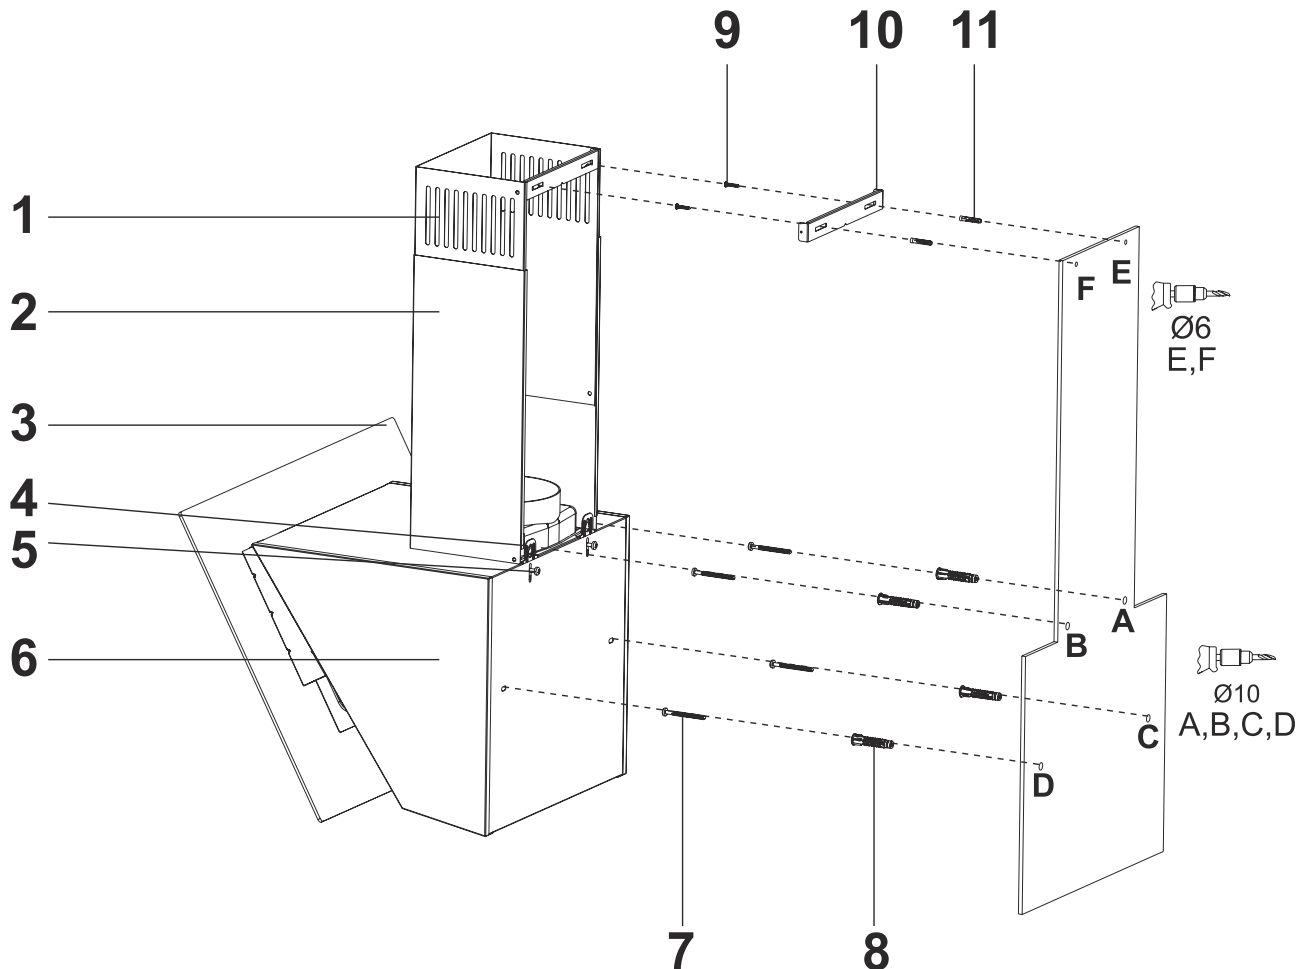

Fig. 12
- Allentare la vite di fissaggio della piastra di sospensione del prodotto, tirare la piastra di sospensione verso l'alto e fissarla riavvitando la vite di fissaggio (Fig. 12).
- Montare la cappa con l'aiuto del schema di assemblaggio (Fig. 12).
- Fissare la dima di montaggio sulla parete all'altezza specificata (Vedere le distanze progettate minime e massime dal piano di lavoro). Perforare i punti A, B, C e D (Fig. 12).
- Inserire i tappi a parete, Ø 10mm, nei fori realizzati con trapano A, B, C e D, e avvitare le viti nei punti A + B, in modo tale da lasciare uno spazio di 5 mm fra la testa della vite e la parete (Fig. 12).
- La cappa si trova nel mezzo, ed il piatto di collegamento della canna fumaria va direttamente fissato alla parete, sotto la copertura o nei punti E ed F che sono stati contrassegnati dopo aver eseguito una misurazione (Fig. 12).
- Forare nei punti E ed F con la punta del trapano Ø 6 mm ed inserire i tasselli in plastica da Ø 6 mm. Inserire il piatto di collegamento della canna fumaria con le viti 3.9x22 (Fig. 12).